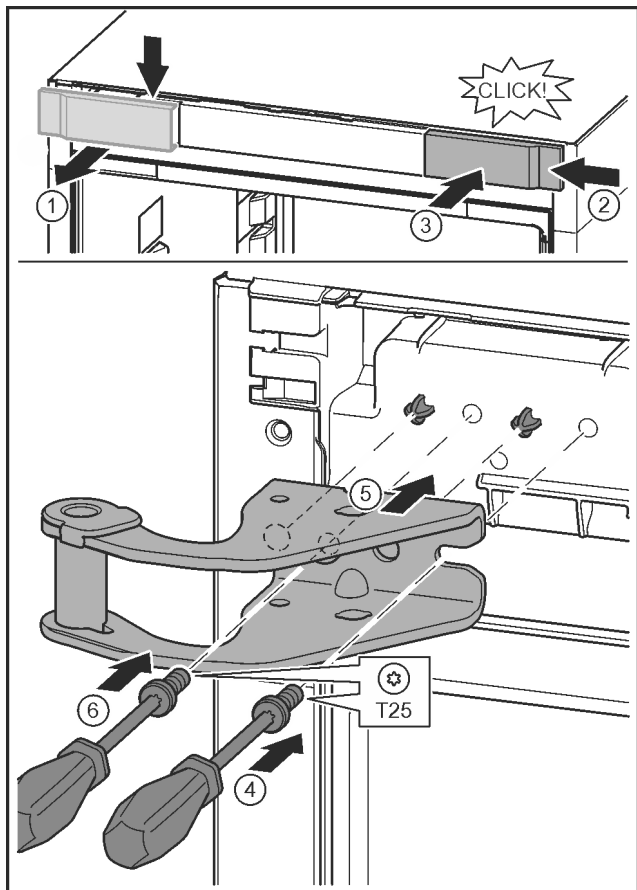

Fig. 26
- ▶ Afdekking losmaken en zijdelings verwijderen. Fig. 26 (1)
- ▶ Afdekking 180° gedraaid op de andere kant van rechts aanbrengen. Fig. 26 (2)
- ▶ Afdekking vastklikken. Fig. 26 (3)
- ▶ Schroef met schroevendraaier T25 aandraaien. Fig. 26 (4)
- ▶ Bovenste lagerbus plaatsen. Fig. 26 (5)
- ▶ Schroef vastdraaien. Fig. 26 (4)
- ▶ Schroef met schroevendraaier T25 aanbrengen en vastdraaien. Fig. 26 (6)